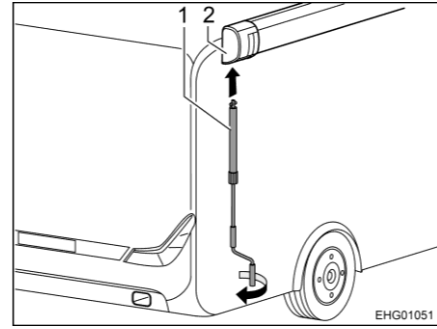

Fig. 14 Instalar la manivela
- Encajar la manivela (Fig. 14,1) en el enganche de bayoneta (Fig. 14,2) del toldillo.